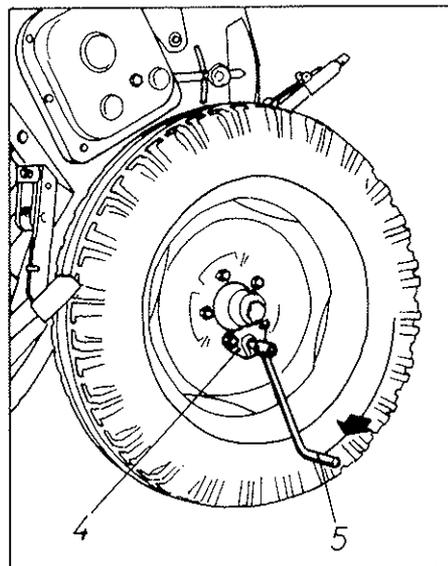

Fig. 3
TERCERO: Se enclava la palanca de los husillos (5) en el tetón exterior de la rueda derecha (4) y se dan algunas vueltas hasta que la semilla empieza a caer en la bandeja. (fig. 3) Esta semilla se devuelve a la tolva y se empieza a dar las vueltas reales de la prueba según el cuadro siguiente: